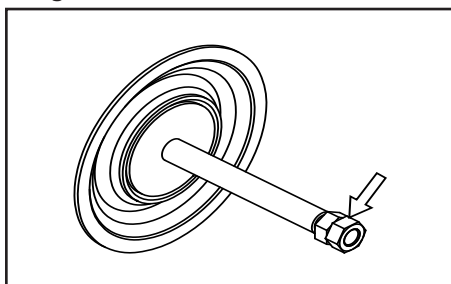

Figura 21
- Extraiga la tuerca en el lado opuesto usando la doble tuerca (consulte la Figura 21).